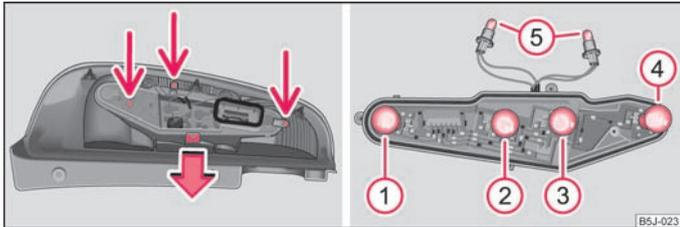

Abb. 161 Ausbau des Leuchtenmittelteils / Einbaulage der Lampen
- Um die Lampen zu erreichen, schrauben Sie den Mittelteil der Leuchte ab und lösen Sie die Verrastung → Abb. 161 - links.
- Um eine Lampe des Standlichts zu wechseln, drehen Sie die Fassung der Lampe ⑤ nach links bis zum Anschlag (in die Richtung der Pfeile auf dem Gehäuse) und nehmen Sie die Fassung aus dem Gehäuse heraus → Abb. 161.
Einbaulage der Glühlampen in der Heckleuchteinheit → Abb. 161 rechts.